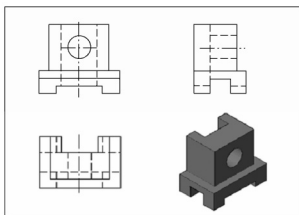

图 13-14 添加中心线后的图形
- ③ 添加轴线或中心线：将“中心线”层设为当前层，绘制水平和垂直中心线，结果如图 13-14 所示。